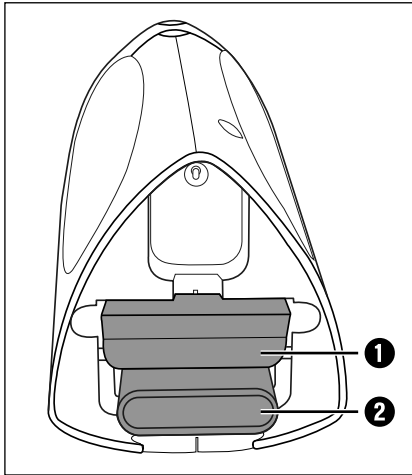

Abb. 3
- 2) Setzen Sie, wenn gewünscht, die passende Düse in die Saugöffnung. Die Fugendüse **2** und die Nasssaugdüse **1** befinden sich zur platzsparenden Aufbewahrung in der Zubehöraufnahme des Handgriffs (Abb. 3).